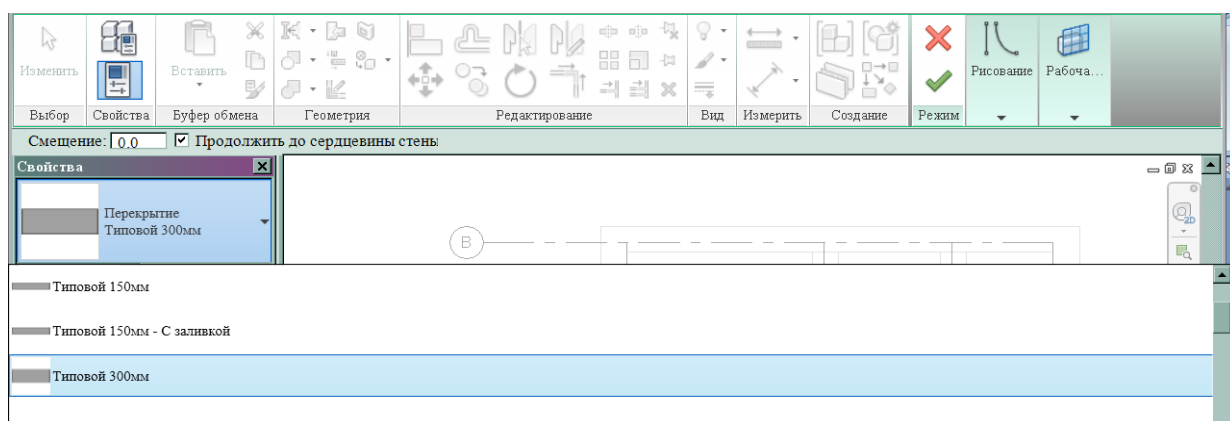

Рис.26
3. Выбрать в Палитре свойств Типовой 300 мм (рис.26).